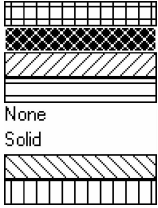
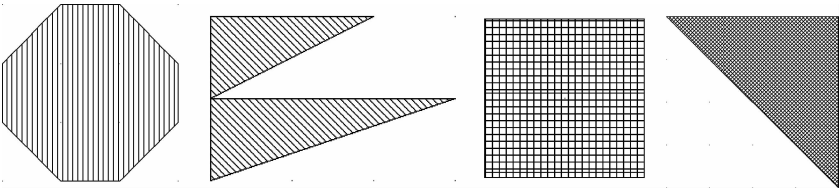

图 6-72 填充样例
图 6-73 多边形填充结果
2) “Fill Style”：用来设置多边形内部填充样式。在如图 6-72 所示的下拉列表中选择填充样式，填充结果如图 6-73 所示，其余选项在前面已讲解，这里不再赘述。